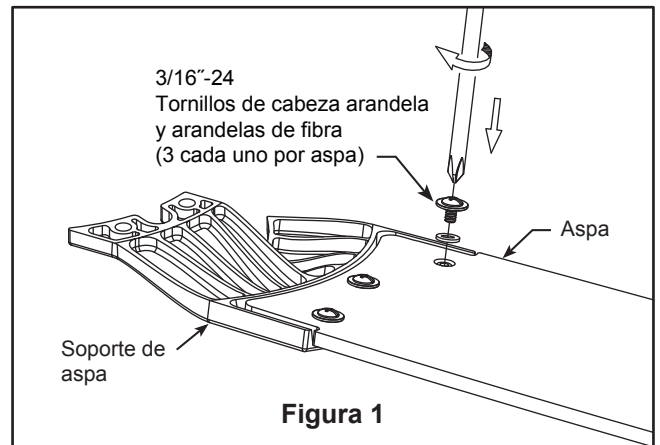

Figura 1
1. Coloque el aspa sobre el soporte de aspa con los pilotes roscados a la vista. Asegúrese de que la parte inferior del aspa se encuentre bien apoyada sobre el soporte de aspa. Con un destornillador Phillips, fije los tornillos de cabeza arandela de 3/16"-24 y arandelas de fibra para asegurar la aspa en el soporte de aspa. (Figura 1)